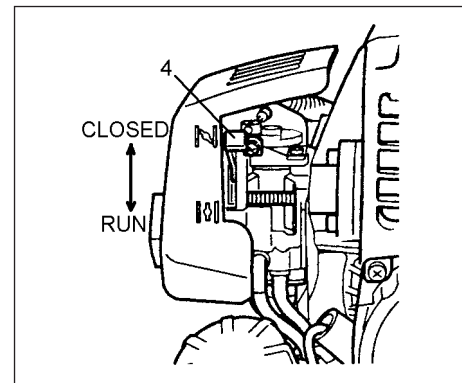

Fig. 2-3
*Presser la poire de la pompe d'amorçage (4) à plusieurs reprises pour que le carburant puisse s'écouler par la poire ou par le tuyau de retour (5). (Si la machine en est munie.) (Fig. 2-3)
3. Régler la manette du starter sur la position fermée. (Fig. 2-3)
5. Lorsqu'on sent que le moteur va démarrer, repousser la manette de starter dans la position de fonctionnement (ouverte). Puis tirer à nouveau vivement sur le lanceur. (Fig. 2-3)